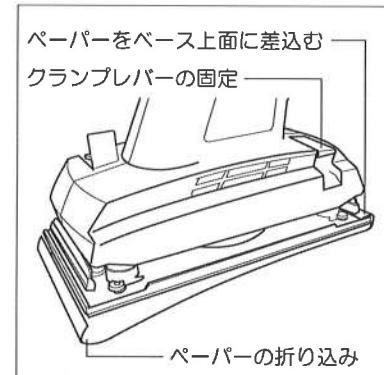

図3
②サンディングペーパーをベース上面に差込みレバーを元に戻してペーパーを固定します。(図3参照)
③もう片方のクランプレバーを引き起こして同様にペーパーを差しこみ、レバーを元に戻してペーパーを固定します。